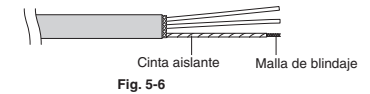

Fig. 5-6
- (2) Desenrolle con cuidado el cable trenzado y trence los cables blindados destrenzados firmemente uno con el otro. Aísle los cables blindados cubriéndolos con un tubo de aislamiento o con cinta aislante alrededor de ellos. (Fig. 5-6)